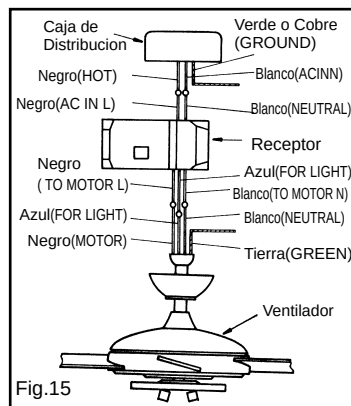

Fig.15
Paso 3.(Fig.15 y 16) Haga las conexiones de la caja de distribucion a el receptor de la manera siguiente; Alambre negro (corriente) de la caja de distribucion al alambre negro marcado "AC in L" del receptor. Alambre blanco (neutral) al alambre blanco marcado "AC in N" del receptor.
Paso 4.(Fig.15 y 16) Si su caja de distribucion tiene un alambre a tierra (verde o cobre) conecelo a los alambres a tierra (verdes) del ventilador. Si su caja de distribucion no tiene un alambre a tierra, entonces unicamente conecte los dos alambres a tierra del ventilador asegurelos con un conector de plastico.